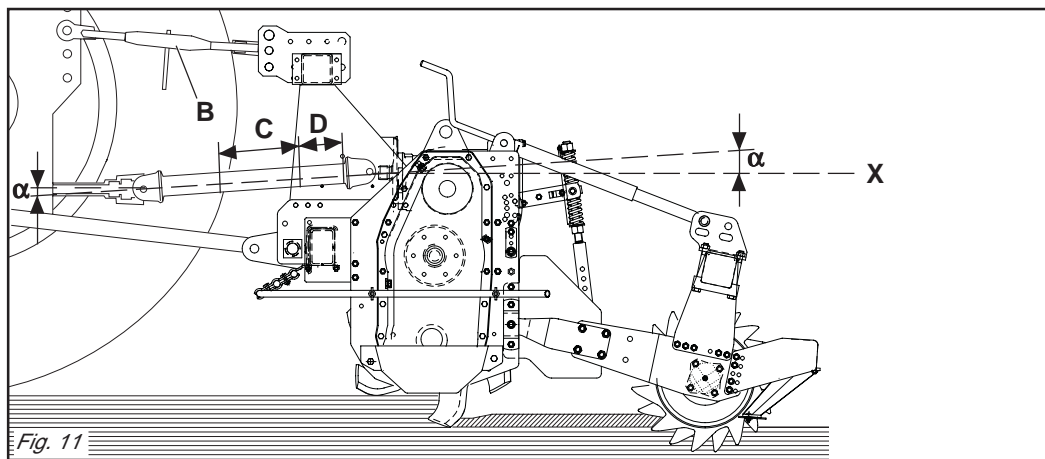
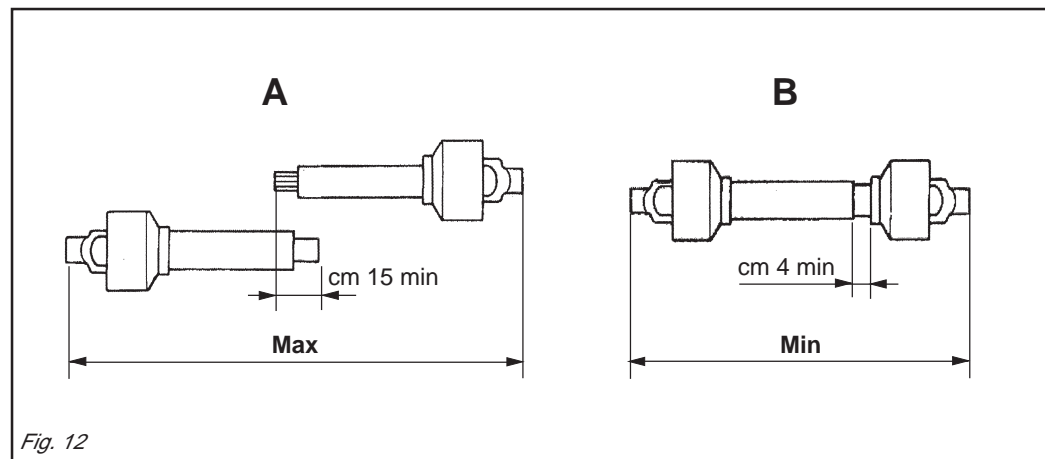

Fig. 11
Fig. 12
Per fare ciò aumentare o diminuire la lunghezza della barra superiore dell'attacco (B Fig. 11) in modo da portare l'asse (X Fig. 11) della ghiera scanalata della scatola parallela al suolo.
To achieve this, increase or decrease the length of the top bar of the hitch (B Fig. 11) so as to set the axis (X Fig. 11) of the housing's grooved ring nut parallel to the ground.
Um dies zu erhalten, die Länge der oberen Kupplungsstange (B Abb. 11) erhöhen oder verringern, bis die Achse (X Abb. 11) der Keilmutter des Gehäuses parallel zum Boden steht.
Pour obtenir cette condition augmenter ou diminuer la longueur de la barre supérieure de l'attelage (B Fig. 11) de manière à ce que l'axe (X Fig. 11) de la bague cannelée de la boîte soit parallèle au sol.
Para ello aumentar o disminuir la longitud de la barra superior del enganche (B Fig. 11) en modo de llevar el eje (X Fig. 11) de la tuerca ranurada de la caja paralela al terreno.
- I due angoli (α Fig. 11) formati dalle assi delle forcelle e l'asse dei tubi scorrevoli saranno uguali e non dovranno superare i 10°.
- La copertura (C Fig. 11) dei tubi scorrevoli deve essere di 15 cm minimo (Fig. 12).
- I due tubi dell'albero di trasmissione a cardano non si devono ricoprire completamente, una corsa di sicurezza (D Fig. 11) di 4 cm minimo deve sussistere.
- Gli angoli (α Fig. 11) dei cardani non devono essere superiori a 40° (Fig. 11).
- *The two angles (α Fig. 11) formed by the fork axes and the axis of the sliding tubes will be equal and must not exceed 10°.*
- *The sliding tubes (C Fig. 11) must overlap by at least 15 cm (Fig. 12).*
- *The two tubes of the driveline shaft must not fully overlap. There must always be a safety travel (D Fig. 11) of at least 4 cm.*
- *The angles (α Fig. 11) of the drivelines must not exceed 40° (Fig. 11).*
- Die beiden Winkel (α Abb. 11), die aus den Achsen der Gabeln und der Achse der Gleitrohre bestehen, müssen gleich groß sein und dürfen auf keinen Fall größer als 10° sein.
- Die Überdeckung (C Abb. 11) der Gleitrohre muss mindestens 15 cm ausmachen (Abb. 12).
- Die beiden Rohre der Gelenkwelle dürfen sich nicht ganz überdecken. Es muss noch einen Sicherheitshub (D Abb. 11) von mindestens 4 cm geben.
- Die Winkel (α Abb. 11) der Gelenkwellen dürfen nicht größer als 40° sein (Abb. 11).
- *Les deux angles (α Fig. 11) formés par les axes des fourches et l'axe des tubes coulissants doivent être identiques et ne doivent pas dépasser 10°.*
- *La couverture (C Fig. 11) des tubes coulissants doit être au minimum de 15 mm (Fig. 12).*
- *Les deux tubes de l'arbre de transmission à cardans ne doivent pas se recouvrir complètement, il doit rester une course de sécurité (D Fig. 11) de 4 cm au minimum.*
- *Les angles (α Fig. 11) des cardans ne doivent pas être supérieurs à 40° (Fig. 11).*
- Los dos ángulos (α Fig. 11) formados por los ejes de las horquillas y el eje de los tubos corredizos serán iguales y deberán superar los 10°.
- La cobertura (C Fig. 11) de los tubos corredizos debe ser como mínimo de 15 cm (Fig. 12).
- Los dos tubos del árbol de transmisión de cardán no se deben cubrir completamente, debe quedar una carrera de seguridad (D Fig. 11) de 4 cm como mínimo.
- Los ángulos (α Fig. 11) de los cardanes no deben ser superiores a 40° (Fig. 11).
Quando esso è inserito al massimo, il gioco minimo consentito deve essere di 4 cm. (Fig. 12).
When fully inserted, the minimum play must be 4 cm. (Fig. 12).
Wenn die beiden Teile ganz zusammengeschoben sind, muß das kleinstmögliche Spiel 4 cm ausmachen. (Abb. 12).